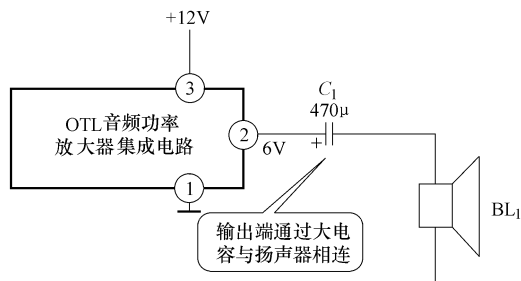

图 13-8 OTL 功率放大器集成电路输出引脚外电路
如图13-8所示是OTL功率放大器集成电路输出引脚外电路。①脚是接地引脚,②脚是输出引脚,③脚是电源引脚。